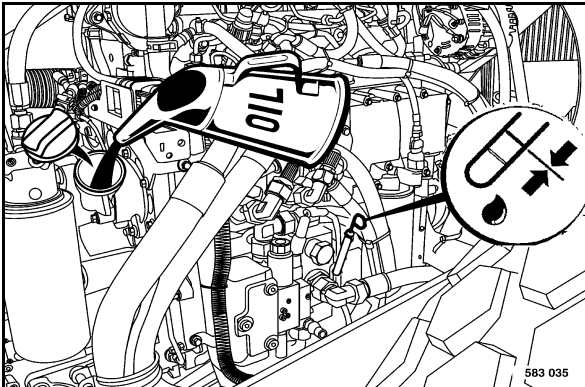

fig. 139
- Remplir l'huile moteur neuve (fig. 139) .